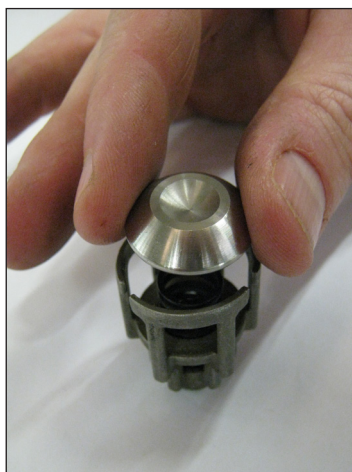
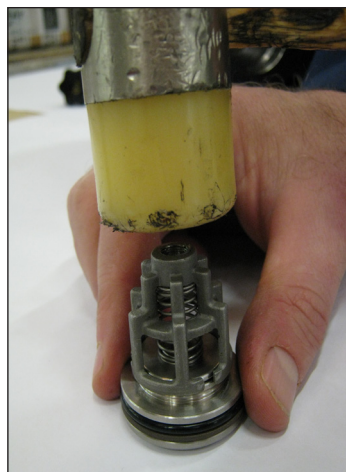

Fig. 24
Fig. 25
- 1 Durante el ensamblaje de los grupos de válvula de aspiración y envío (Fig. 24 - Fig. 25), no invertir los muelles de aspiración con aquellos de envío desmontados anteriormente: